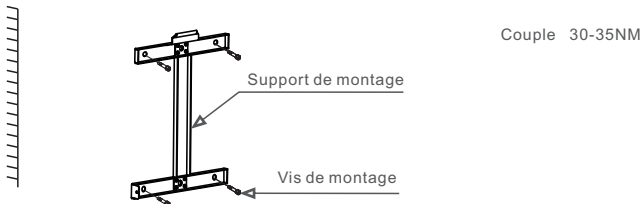

Figure 3.6 Montage mural de l'onduleur
Voir les figures 3.6 et 3.7. L'onduleur doit être monté verticalement. Les étapes du montage de l'onduleur sont indiquées ci-dessous.
1. Voir la figure 3.6. Percez les trous pour les boulons d'expansion (M10*90) en fonction du diamètre du trou du support à l'aide d'une perceuse de précision et en maintenant la perceuse perpendiculaire au mur. Profondeur max : 90 mm.
2. Assurez-vous que le support est horizontal et que les trous de montage (voir figure 3.6) sont marqués correctement. Percez les trous dans le mur en suivant vos repères.